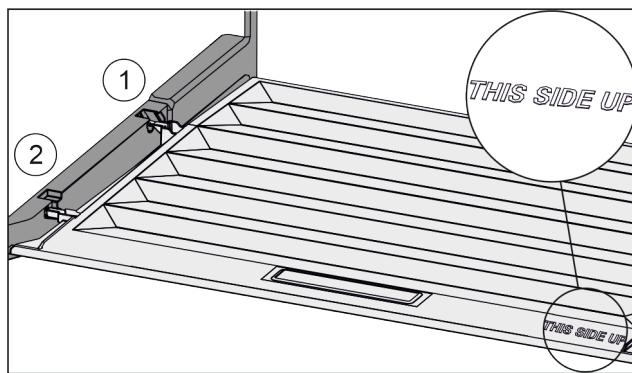

Fig. 158
- Výstupky veka zavedte cez otvor zadného držiaka Fig. 158 (1) a zaistite vpred v držiaku Fig. 158 (2).